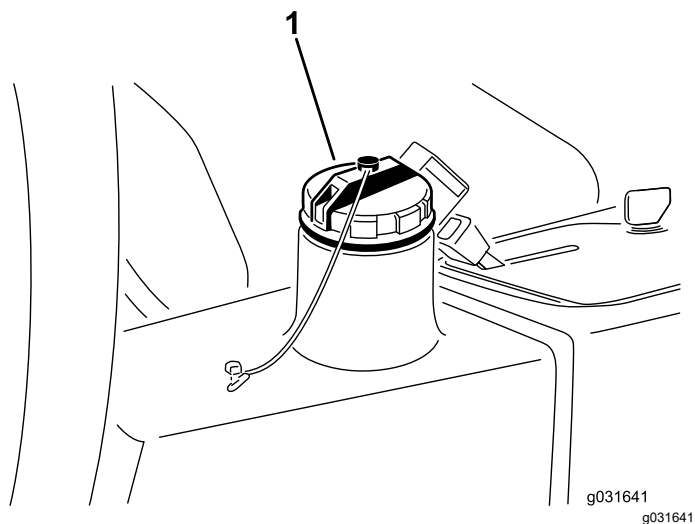

Figura 66
4. Riempite il serbatoio idraulico (Figura 66) con circa 13,2 litri di fluido idraulico; fate riferimento a Specifiche del fluido idraulico \(pagina 58\) e Controllo del livello del fluido idraulico \(pagina 59\).